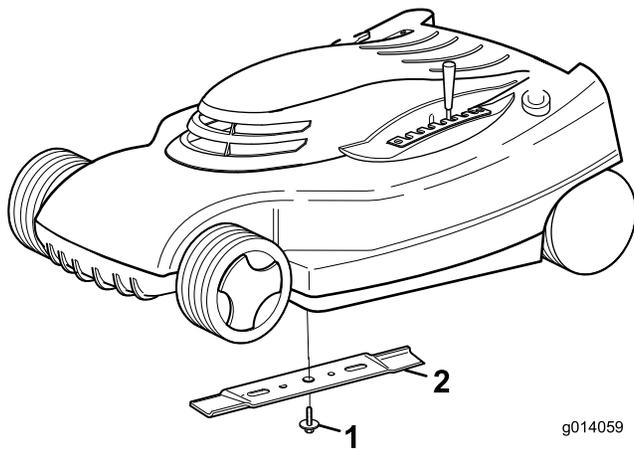

Bild 18
1. Fassen Sie das Ende des Messers mit einem stark wattierten Handschuh oder einem Lappen an (Bild 18).